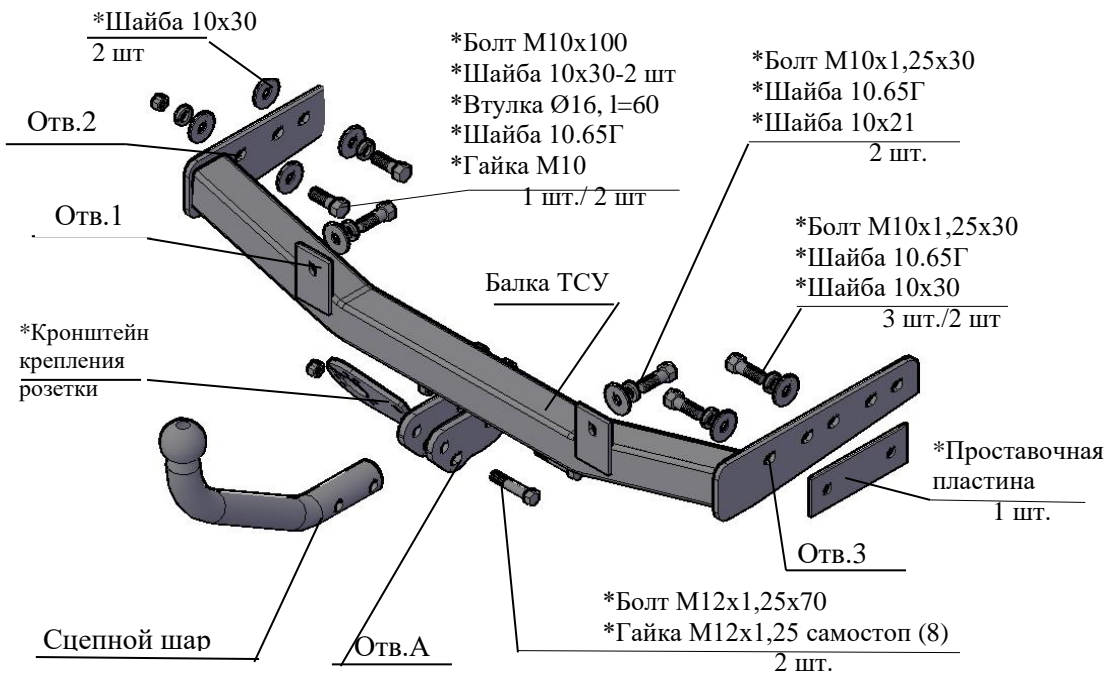

Рис.1 Тягово-сцепное устройство ТСУ 2191.
2.1 ТСУ 2191 в сборе (рис.1)	1 шт.
2.2 Пакет с комплектующими (см. рис.1)	1 шт.
4.2 Приложить ТСУ к местам крепления на а/м и просверлить отверстие Ø11 в точке “2” и “3” (отверстие “3” только для Лада Гранта седан 2018 модельного года) в лонжероне насквозь, используя ТСУ как кондуктор. С внутренней стороны рассверлить отверстие до Ø17 (под втулку Ø16, втулка на рис.1 условно не показана).
4.3 Закрепить ТСУ через отверстия “1” к кузову автомобиля, не затягивая крепеж (соответственно рис.1).